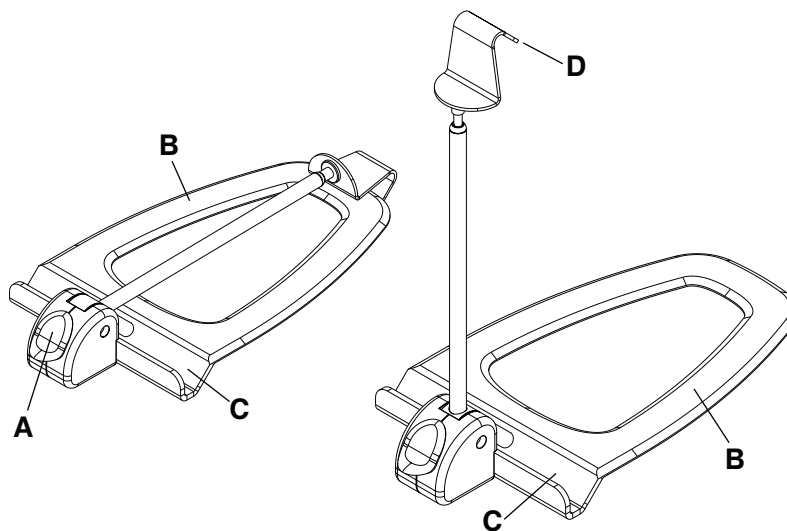

Figura 29 – Suporte da cassete de raios X lateral
2. Carregue no botão de desengate amarelo (A) para abrir o suporte da cassete lateral (Figura 29).
3. Faça deslizar a base plana (B) entre o colchão e a plataforma do doente.
5. Coloque a cassete de raios X dentro do respetivo canal (C).
6. Puxe o gancho da cassete (D) para cima para ajustar a altura do braço de modo a que fique sobre a cassete de raios X e mantenha a cassete na posição correta.